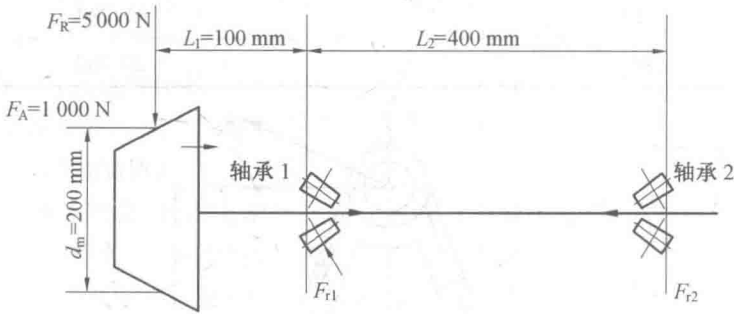

图 6
2. (20 分)一工程机械传动装置中的锥齿轮轴,采用一对 30207 圆锥滚子轴承(基本额定动载荷 $C_r=54.2$ kN,基本额定静载荷 $C_{r0}=63.5$ kN)支承,背靠背的反装(图 6)。已知作用于锥齿轮上的径向力 $F_R=5\,000$ N,轴向力 $F_A=1\,000$ N,其方向和作用位置如图 6 所示。轴的转速 $n=1\,450$ r/min,运转中受轻微冲击($f_p=1.2$),常温下工作($f_t=1$),试求: